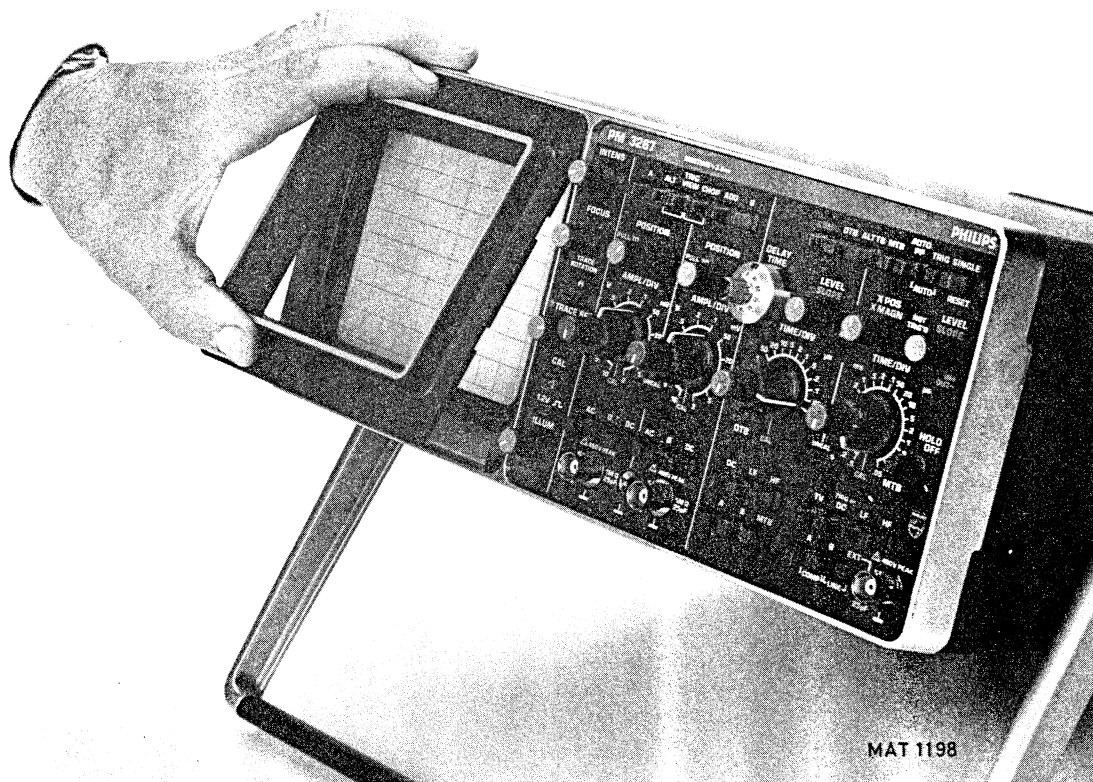

Abb. 5.1. Ausbau des Bildröhrenrahmens und der Kontrastscheibe
- Untere Ecken des Rahmens erfassen und diesen vorsichtig von der Frontplatte abziehen (Abb. 5.1).